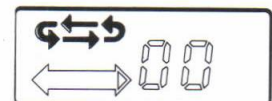

Fig. 1-3e
- Kies voor **continue herhaling van beide sporen** door met toets ②② de "continuous-reverse mode" te kiezen (Fig. 1-3e).